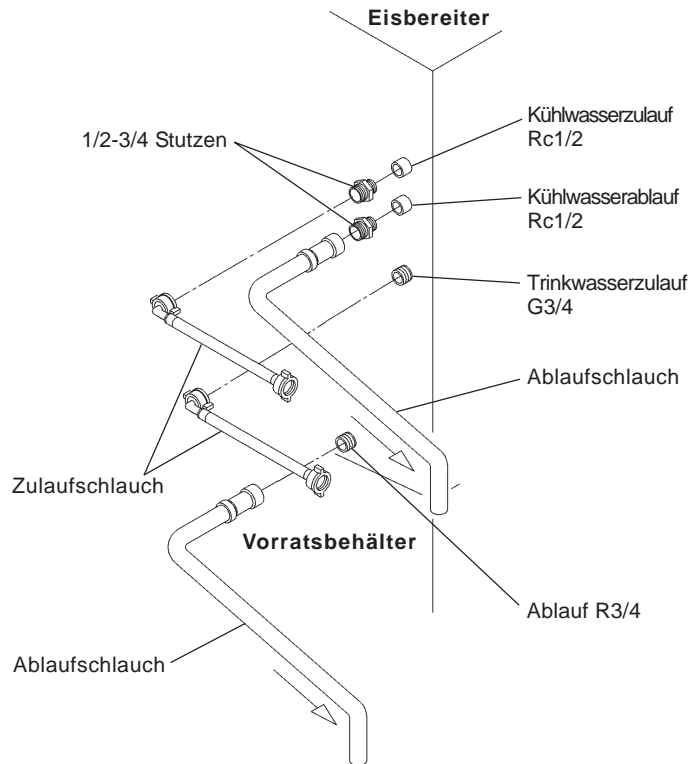

Abb. 11
## [b] Anschlüsse entsprechend anderer als der WRC-Bestimmungen mittels Verwendung von Zubehörschläuchen (Abb. 11)
- 2) Zum Anschluss des Verflüssigers sind die mitgelieferten Zubehörschläuche zu verwenden. Die gleichen Verbindungen wie oben in 1) bis 3) von [a] an den freien Enden der 1/2-3/4 Stutzen wie dargestellt (Abb. 11) ausführen.